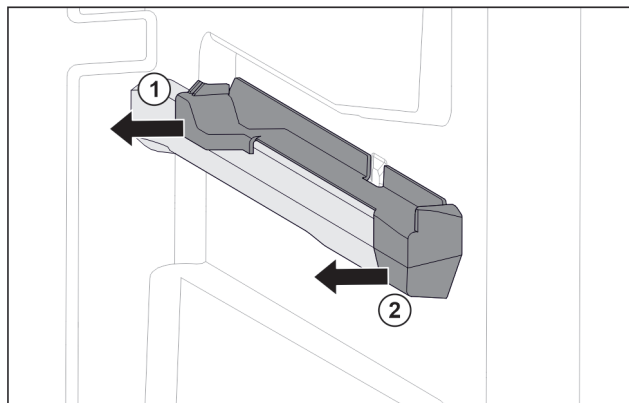

Fig. 50 Elemento inseribile sulla nervatura destra del contenitore
- Estrarre l'elemento inseribile dal lato posteriore di lato. Fig. 50 (1)
- Estrarre l'elemento inseribile dal lato anteriore di lato. Fig. 50 (2)